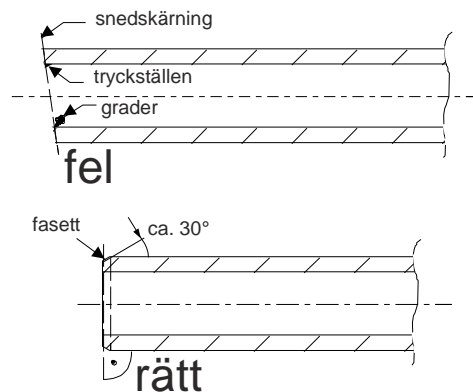

Bild 36 Rörkapning
- Rören ska kapas med en rörkap till erforderlig längd. Se till att snittytan är vinkelrät mot röraxeln. Ta bort eventuella "grader", se Bild 36.
- Ändarna på de enskilda rörsektionerna ska fasas av (fasett) med lämplig verktyg, t.ex. en röravgradare, se Bild 36.